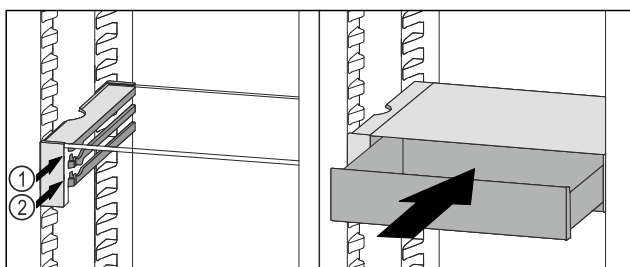

Fig. 63
- ▶ Założyć szufladę VarioSafe za stoperami na wybranych żebrowach Fig. 63 (1) lub Fig. 63 (2).